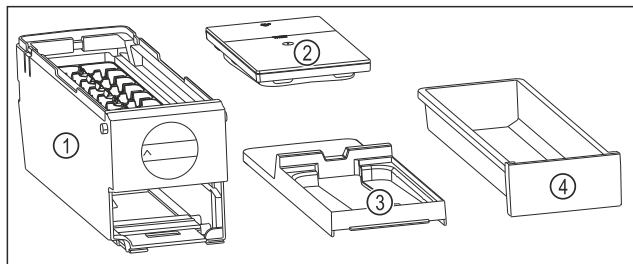

Fig. 174 EasyTwist-Ice sastāvdaļas
- ▶ EasyTwist-Ice ir izjaukts četrās daļās. (skat. Fig. 174)
- ▶ Izjauciet EasyTwist-Ice tikai attēlotajās sastāvdaļās. (skat. Fig. 174)
- ▶ Tīriet EasyTwist-Ice korpusu Fig. 174 (1) kā vienu veselu.